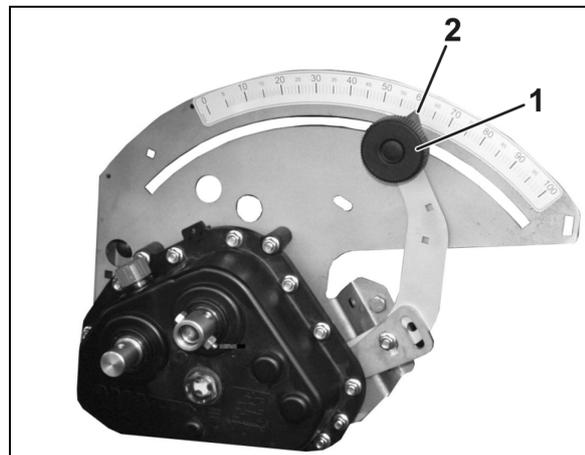

Fig. 89
2. Flügelmutter (Fig. 89/2) lösen.
3. Die Höhenlage des Füllstandssensor (Fig. 89/1) entsprechend der gewünschten Saatgutrestmenge einstellen.
4. Flügelmutter (Fig. 89/2) festziehen.
Den Füllstandssensor nur wie in Figur (Fig. 89) montieren!